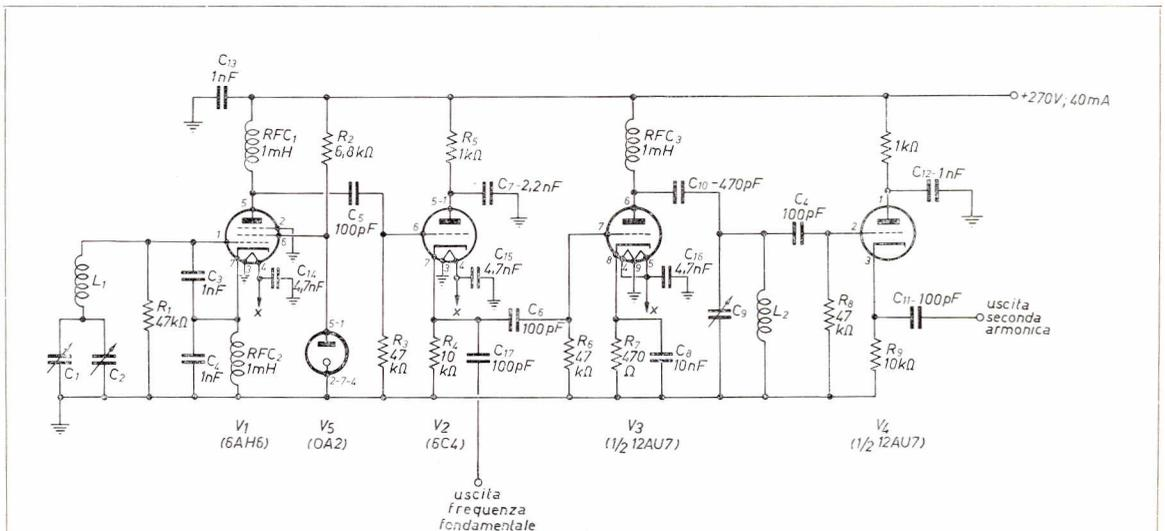

figura 2
Osservando lo schema di figura 2 possiamo notare che il circuito dell'oscillatore ( $V_1$ ) è di tipo Clapp. E' stato scelto questo circuito in quanto permette di realizzare notevoli stabilità in frequenza. Il circuito oscillante è formato da  $L_1$ ,  $C_1$ ,  $C_2$ .
Come si vede dal circuito di figura 2 questa capacità è shuntata da  $C_3$  (1000 pF) che avendo un valore 100 volte più grande ne neutralizza gli effetti.
Continuando nell'osservazione dello schema elettrico di figura 2 si può notare che l'oscillatore è seguito da un ripetitore catodico ( $V_2$ ) tramite  $C_5$  sul cui catodo è prelevabile il segnale proveniente dall'oscillatore stesso su un'impedenza di circa 500  $\Omega$ .
- 2) Previa accensione dei filamenti e dell'alimentazione anodica regolare  $C_2$  (figura 2) per la massima capacità.